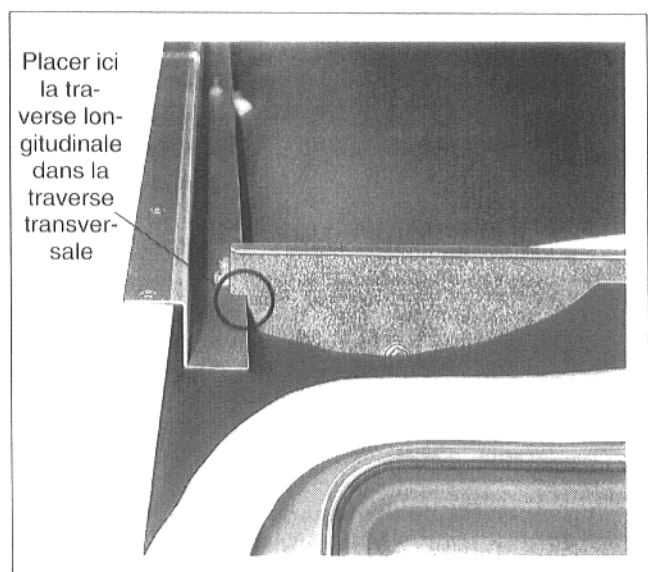

Fig. 40
- La fente verticale des traverses longitudinales doit être placée dans la traverse transversale de l'avant (Fig. 40).